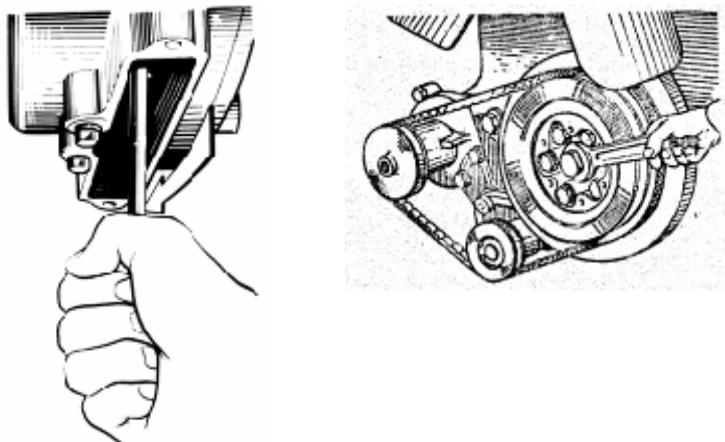

Рис. 55. Проворачивание коленчатого вала
- 4 Проворачивая коленчатый вал по часовой стрелке (при виде со стороны вентилятора) спереди ключом за болт крепления шкива или сзади воротком за маховик через люк в нижней части картера маховика, используя отверстия в маховике (рис. 55), установить момент, когда впускной клапан первого цилиндра полностью поднимется (то есть закроется). Продолжая вращать коленчатый вал, повернуть его еще примерно на 1/3 оборота ($\approx 120^\circ$). Это положение коленчатого вала соответствует такту сжатия в первом цилиндре и оба клапана этого цилиндра будут закрыты.
Вращать коленчатый вал можно ключом за болт крепления шкива коленчатого вала или ломиком за отверстия в маховике (рис. 55) при снятой крышке люка картера маховика.